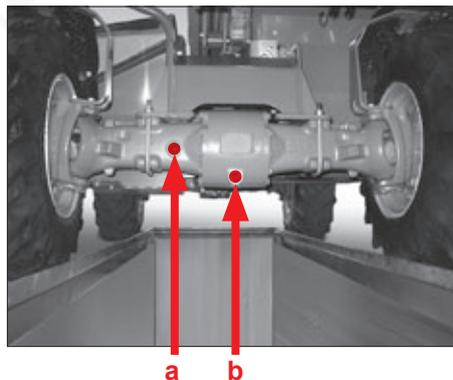
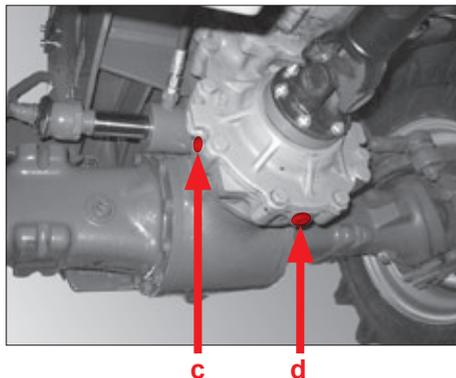

Fig. 117
Fig. 118
4. Skru de indvendige sekskantskruer pos. a, c, e (fig. 117/118/119) ud. Løft først hjulet med en donkraft, hvis der er reduktionsgear, og drej det, så den indvendige sekskantskrue står som vist på fig. 119.
7. Skru de indvendige sekskantskruer pos. a, c, e (fig. 117/118/119) i igen.
4. Stil en tilstrækkeligt stor opsamlingsbeholder under tømningåbningen til differentialehuset pos. b (fig. 117) og under aftapningsåbningen til fordelergæret pos. d (fig. 118).
5. Skru de indvendige sekskantskruer pos. a og c (fig. 117/118) ud, så gearolien hurtigere løber ud!
6. Skru de indvendige sekskantskruer pos. b og d (fig. 117/118) ud.
4. Skru de indvendige sekskantskruer pos. b og d (fig. 117/118) i igen.
5. Fyld ny gearolie i aksens gennem påfyldningsåbningerne pos. a og c (fig. 117/118).
7. Skru de indvendige sekskantskruer pos. a og c (fig. 117/118) i igen.